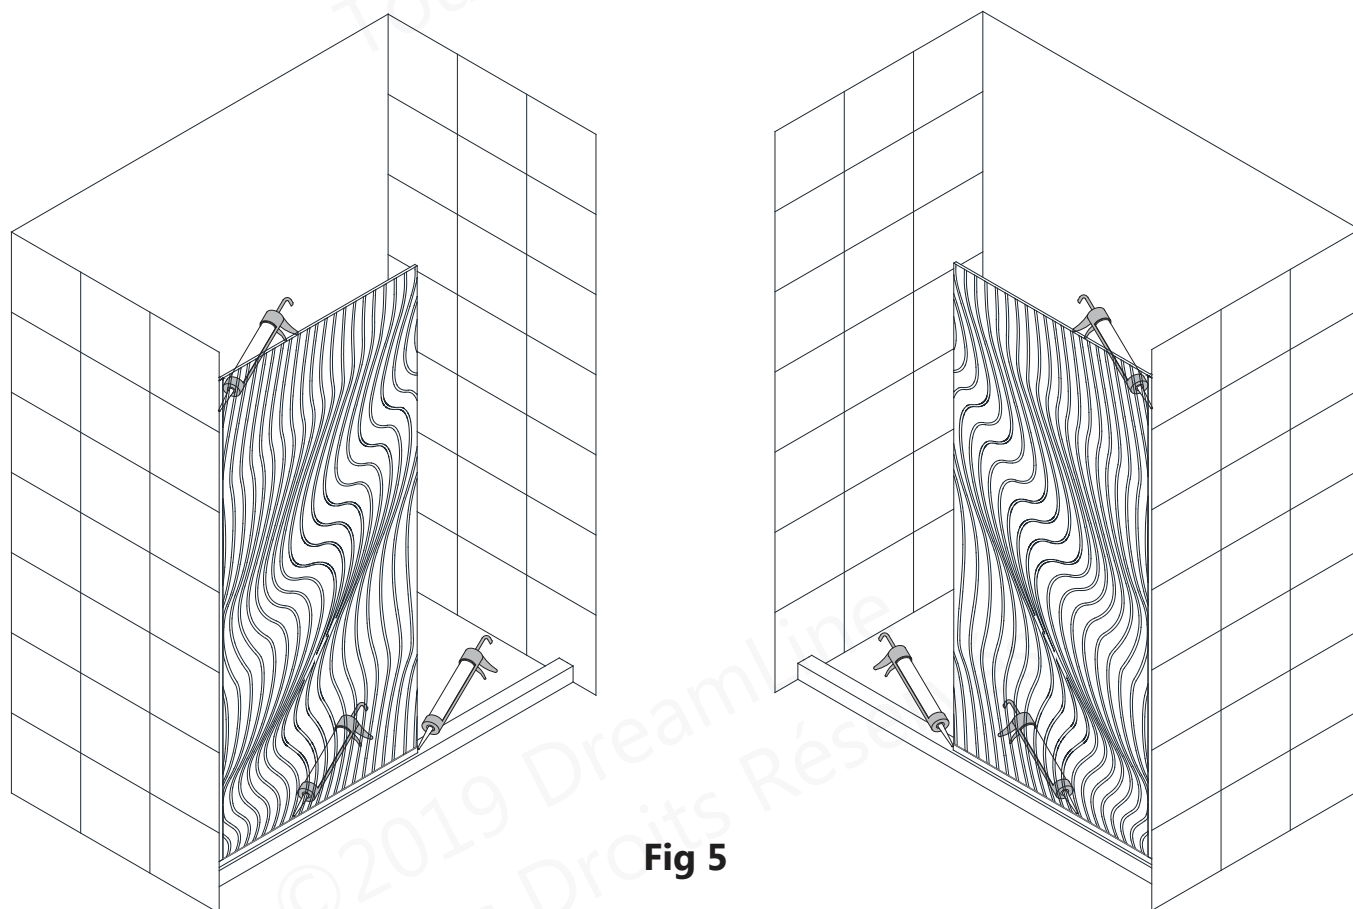

Fig 5
5. À partir de l'intérieur de la douche, appliquez un silicone de qualité supérieure, résistant à l'eau et à la moisissure, le long de la jonction des deux profilés en U avec le mur et avec le seuil. **(Fig 5)**